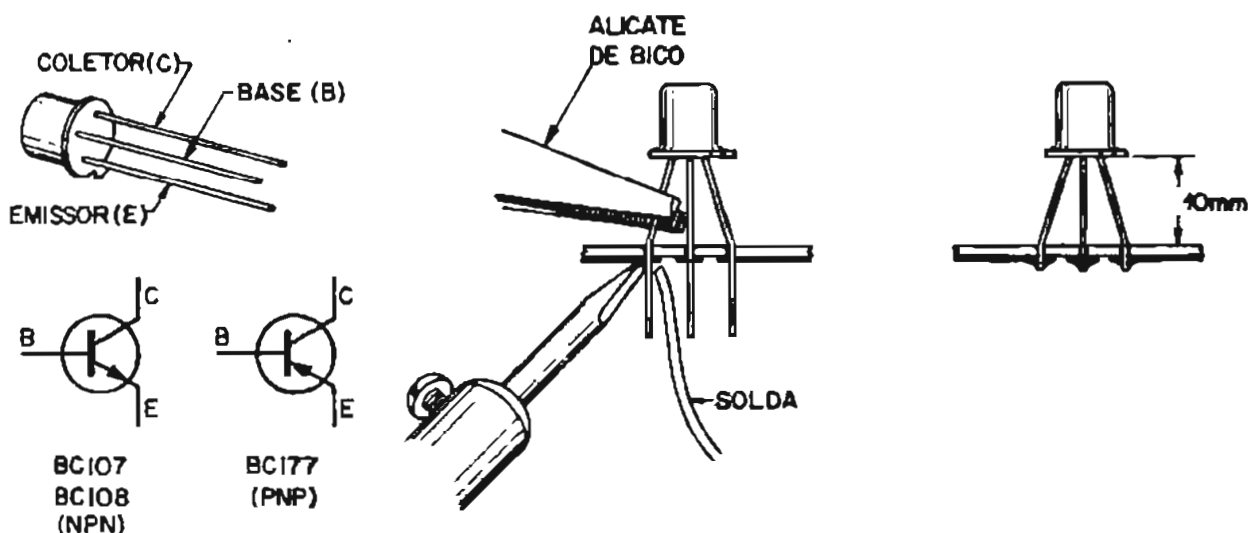

Figura 8 - Identificação dos terminais e montagem dos transistores
- 7 - Coloque e solde os transistores T_1 (BC177) e T_3 (BC107), prestando atenção à posição correta dos terminais. Oriente-se pela figura 8. Note que o terminal do emissor é o mais próximo da lingueta de identificação. Para a soldagem deve-se utilizar um alicate de bico como dissipador térmico, aplicado ao terminal do transistor, respeitando-se o espaçamento de 10 mm entre o corpo do transistor e a placa, conforme é visto na figura 8.